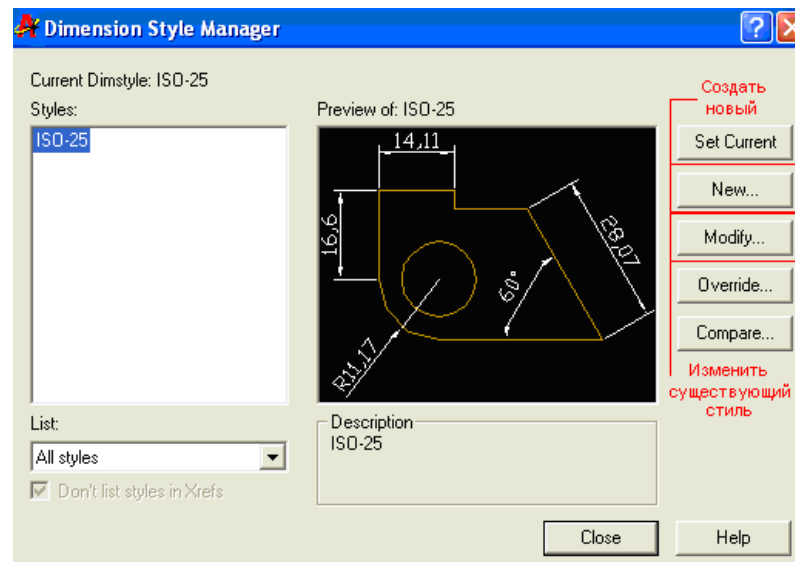
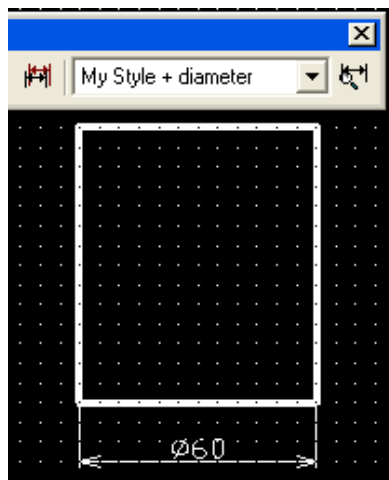

Рис. 6.3. Меню настройки размерных стилей
Рис. 6.7. Указание диаметра на виде «сбоку»
Настройка размерного стиля осуществляется в соответствующем окне *Dimension Style Manager* после нажатия кнопки  (рис. 6.3).
Для установки символа «диаметр» перед размерным числом на виде «сбоку» необходимо создать новый размерный стиль в окне *Dimension Style Manager* (рис. 6.3), а затем в закладке *Primary Units* созданного стиля в поле *Prefix* ввести «%%c» без кавычек (литера «с» – английская). Размер проставляется с помощью кнопки  панели *Dimension* с обязательным указанием стиля (на рис. 6.7 стиль назван *My Style + diameter*).
На рис. 6.7 изображен боковой вид цилиндра с указанием его диаметра.
2. Постройте объект, изображенный на рис. 6.7.